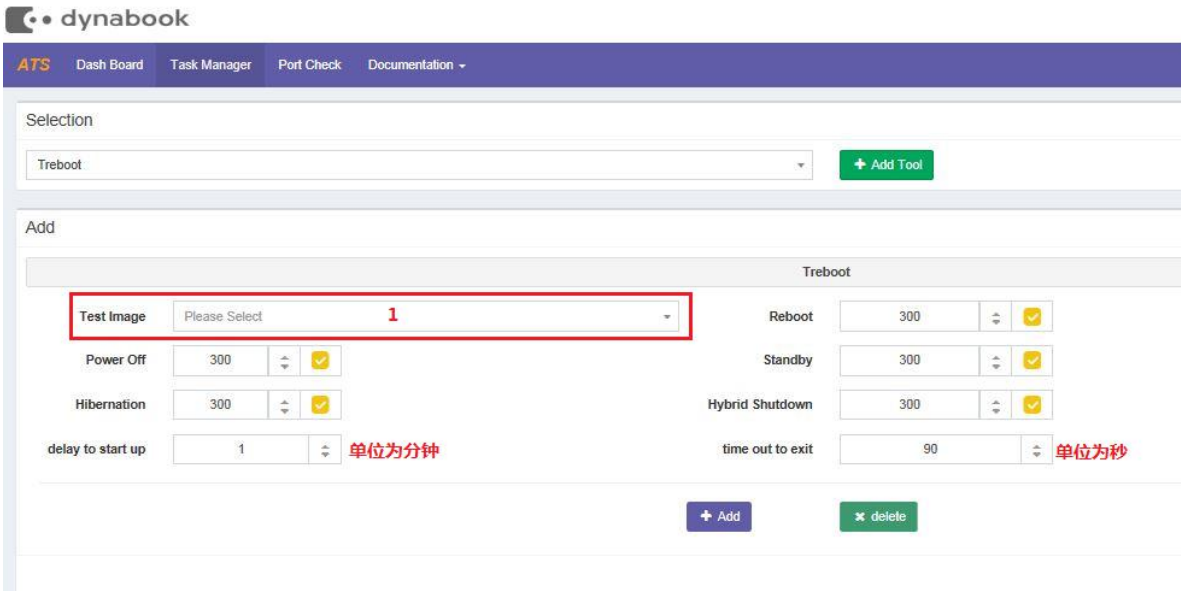

图 18
a. 图 18 中的 1，表示测试镜像。
b. 图 18 中的其他设置项，和 Treboot 设置是一样的。